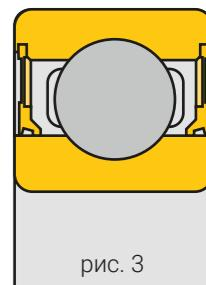

рис. 3
- 2RZ для подшипников с двусторонним уплотнением (рис. 3).